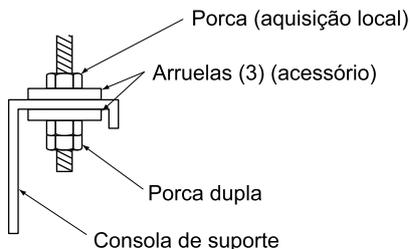

Fig. 9
- (1) **Fixe os ganchos às cavilhas de olhal.**
**(Consulte a Fig. 9)**